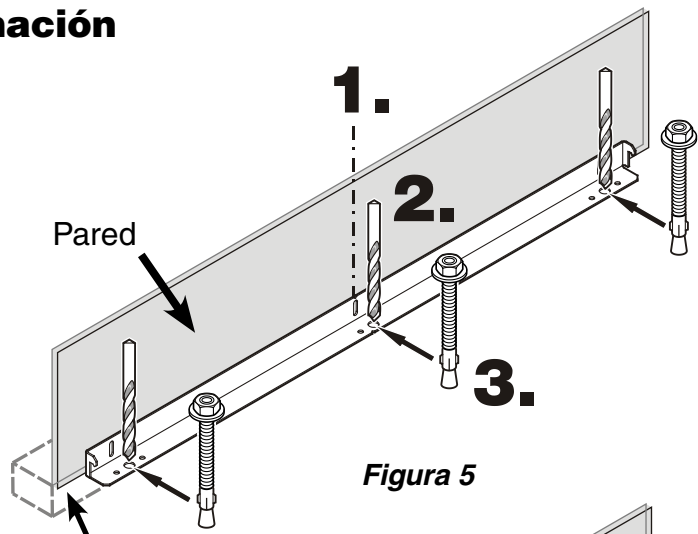

Figura 5
2. Taladre un agujero de 3/8" de diámetro en cualquier posición según se muestra en la **Figura 5** con una mecha de carburo.